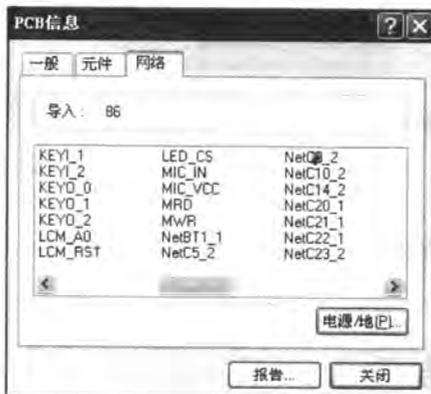

图 11-34 【网络】标签页
- [4] 打开【网络】标签页，显示了 PCB 上网络的统计信息，包括导入网络总数和网络的名称列表，如图 11-34 所示。